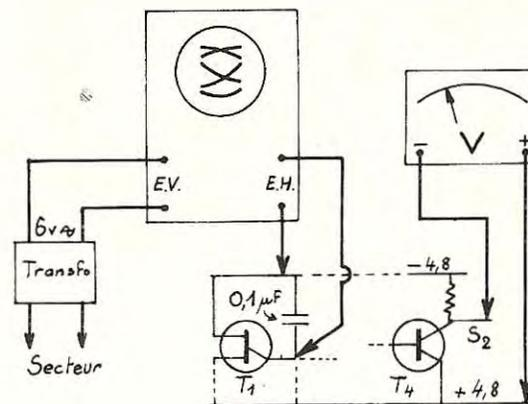

Fig. IX-25. — Etalonnage du servo-test.
- Réaliser alors le montage de la figure IX-25 l'oscillo étant en position « balayage extérieur ». Connecter du 50 Hz en provenance du secteur à l'entrée verticale. Relier l'entrée horizontale à la sortie de l'unijonction (donc aux bornes de 0,1 μ F).